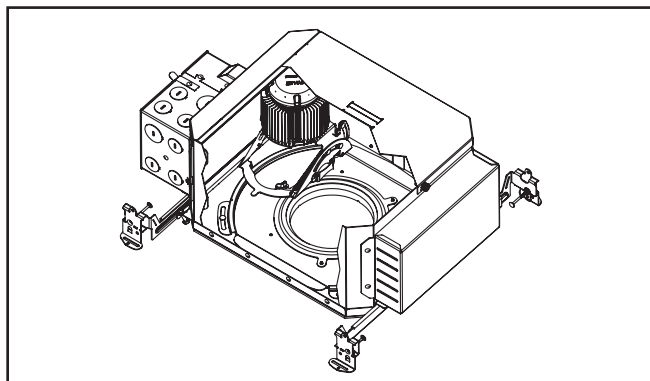

Figure 24.
- Placez le mécanisme à DEL sur le côté (Figure 24.) ou retirez-le du boîtier si nécessaire. Afin de passer par le collier du boîtier, le mécanisme doit être ajusté selon une inclinaison de 45 degrés.